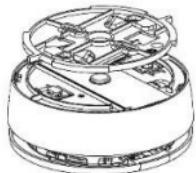

Figure 5
2. Retirez le support de montage en plastique du détecteur (*reportez-vous à la Figure 5*).
- Retirez le support de montage en plastique du détecteur (*reportez-vous à la Figure 5*).